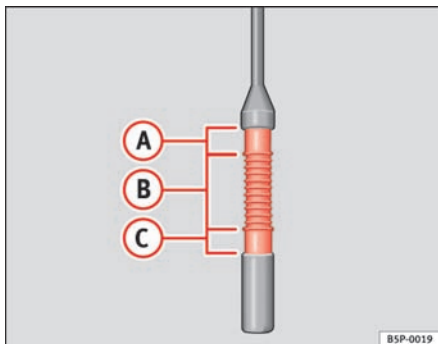

Fig. 158 Oliepind
- Træk oliepinden ud igen, og aflæs oliestanden ⇒ fig. 158.
Hvis oliestanden er i måleområde ⇒ fig. 158 , må du ikke fylde mere olie på.